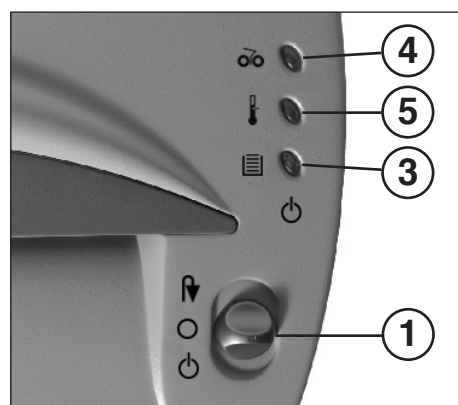

fig. 1
1 = Sélecteur de fonction (fig. 1)
3 = Voyant de contrôle (fig. 1)
„bourrage matériel“ (fig. 1)
5 = Voyant de contrôle (fig. 1)
- Mettre le sélecteur de fonction (1) (fig. 1) en position "I". Le voyant de contrôle (3) (figure 1) s'allume (vert).
Faites bien attention de mettre l'appareil hors circuit pendant la nuit en actionnant le sélecteur de fonction (1) (fig. 1) en position „O“.